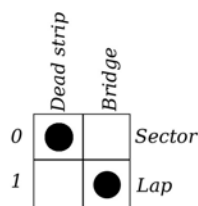

Figura 33: puente Ds sensor de sector, corte de pista sensor de final de vuelta.
Para que el puente DS sea interpretado por la *Track Interface* como sensor de final de vuelta y el corte de pista como sensor de sector, es necesario ajustar el doble *switch* (5) como mostrado en la figura 33.